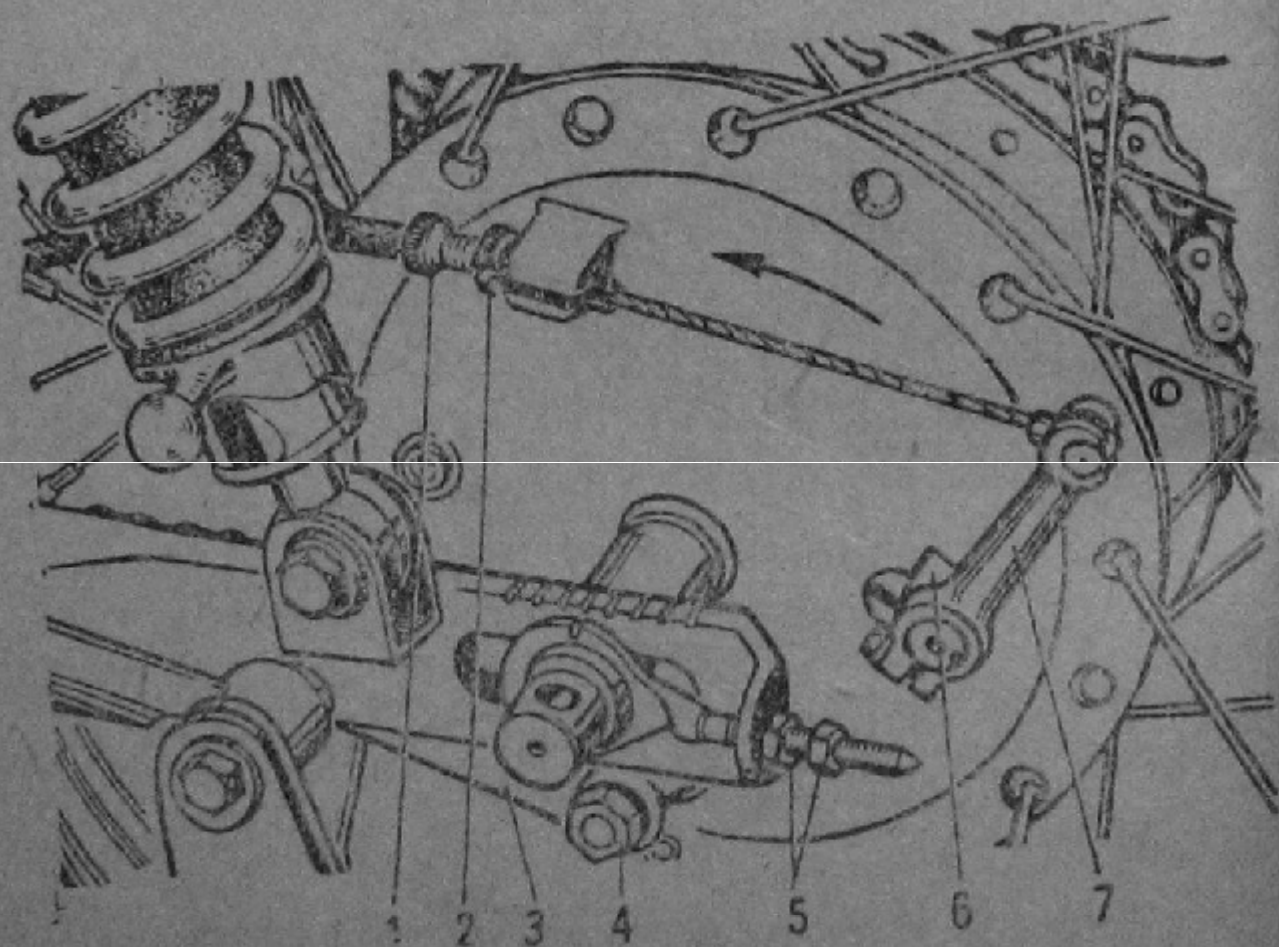
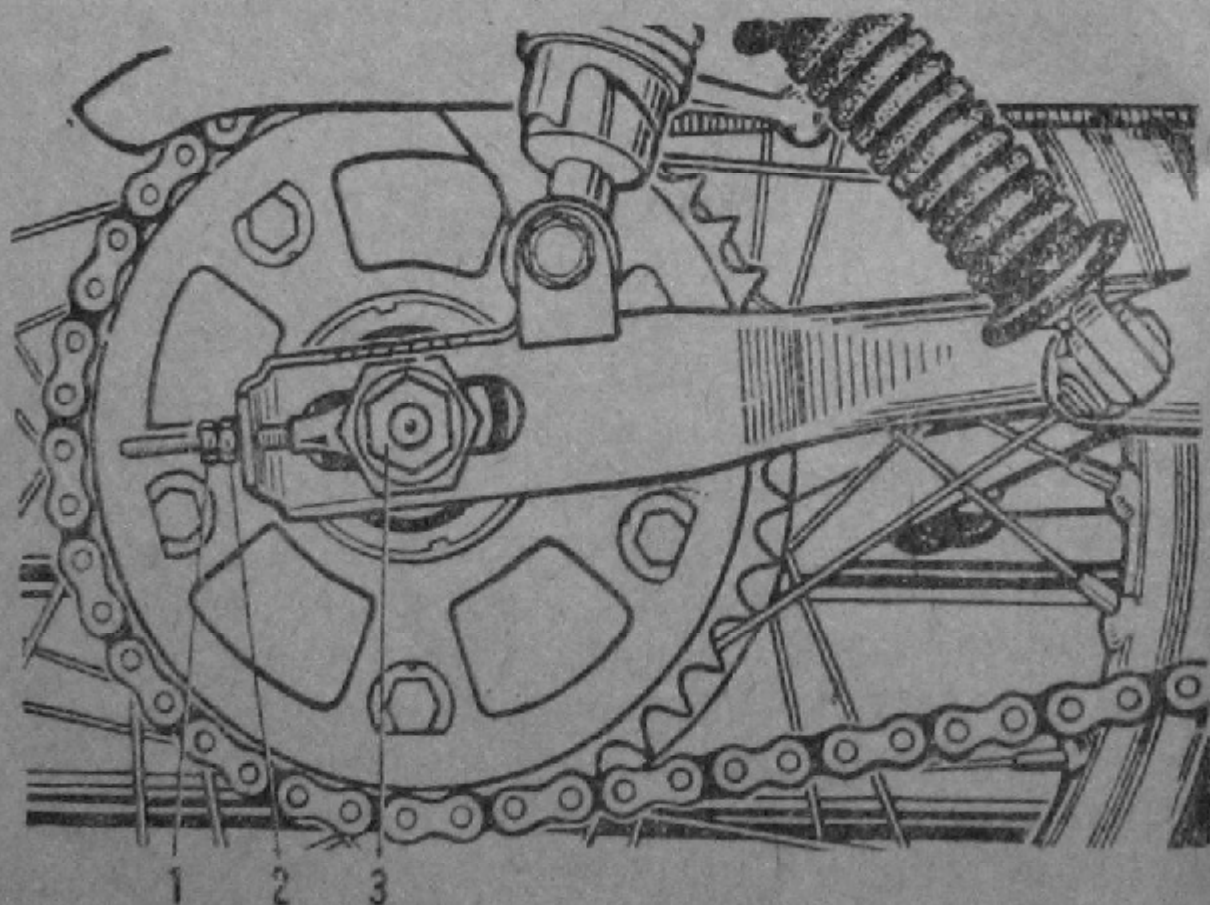

Рис. 16. Снятие заднего колеса и регулировка тормоза заднего колеса:
Рис. 18. Цепь привода заднего колеса:
Для снятия заднего колеса (рис. 16):
Регулировку тормоза заднего колеса (рис. 16 и 17) производите винтом 1. Предварительно ослабьте контргайку 2, поворотом винта доведите свободный ход конца рычага ножного тормоза до 10 ... 15 мм, после чего завинтите контргайку 2.
- ослабьте гайки 5 (рис. 16) крепления реактивной тяги;
- ослабьте гайку 3 и ось колеса (резьба левая) (рис. 18);
— окончательно закрепите ось колеса, гайку 3, контргайки 1 (рис. 18) и гайки 5 (рис. 16) крепления реактивной тяги.